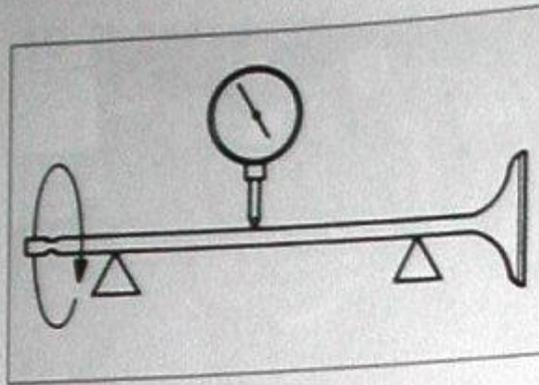

Bild 166
- Lämpmittel auf Ventilsitz auftragen, Ventil von innen mit speziellem Gummisauger oder von aussen mit Schlauchstück und Holzstift quirlen (Bild 166). Lämpmittel darf nicht zwischen Ventilschaft und Führung geraten! Genügt Nachläppen nicht zum Abdichten, Ventil erneuern oder Dichtfläche in Fachbetrieb überschleifen lassen.